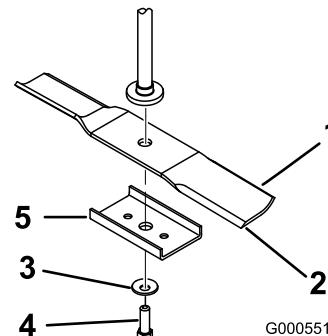

Bild 45
Halten Sie das Ende des Messers mit einem stark wattierten Handschuh oderwickeln Sie einen Lappen um es herum. Entfernen Sie die Messerschraube, Wellenscheibe, Messerverstärkung und das Messer von der Spindelwelle (Bild 45).
- Setzen Sie das Messer auf die Spindelwelle (Bild 45).
- Montieren Sie die Messerverstärkung, die Wellenscheibe (Schalenseite zum Messer) und die Messerschraube (Bild 45).